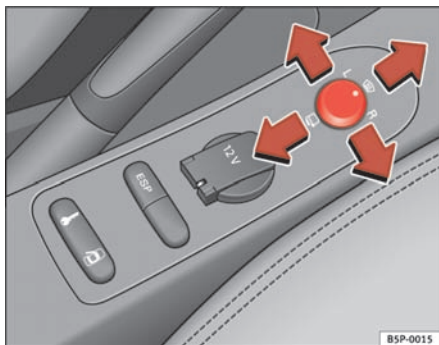

Fig. 89 Betjening af sidespejle
1. Drej knappen ⇒ fig. 89 til position **L (venstre sidespejl)**.
- Drej knappen frem til den midterste position ⇒ fig. 89 ①, så de elektrisk opvarmede sidespejle og den elektrisk opvarmede forrude* i viskernes hvilepositionsområde bliver aktiveret.
- Drej knappen ⇒ fig. 89 til position ☞ for at klappe sidespejlene ind. Klap altid sidespejlene ind, når du kører bilen ind i et automatisk vaskeanlæg, så du undgår beskadigelse.